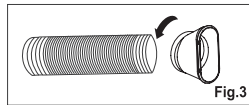

Fig.3
2. Étendez l'autre côté du tuyau et vissez-le à la sortie de tuyau (Fig. 3).